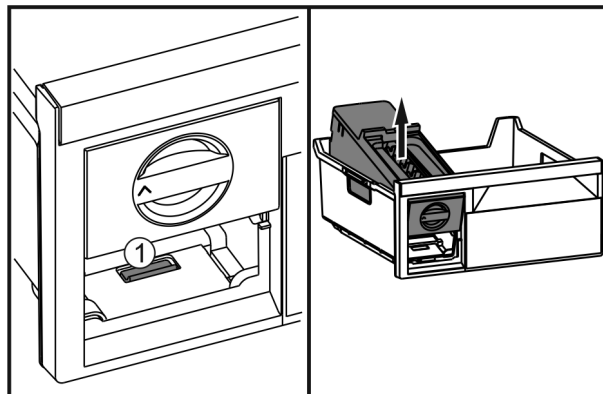

Fig. 56
- ▶ Нажать на накладку Fig. 56 (1), EasyTwist-Ice поднять сзади и вынуть из выдвижного ящика морозильника.